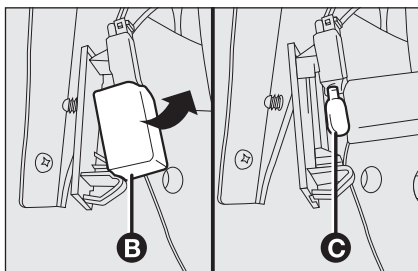

fig. 36
- ouvrir la protection **B**-fig. 36 et remplacer l'ampoule **C** insérée à pression;